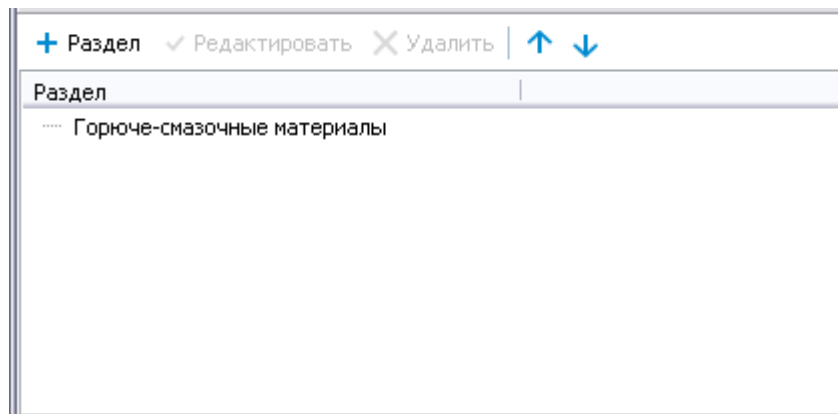

Рисунок 657
3) Нажмите на кнопку **Применить**. Название раздела отобразится в окне редактора (рисунок 657).